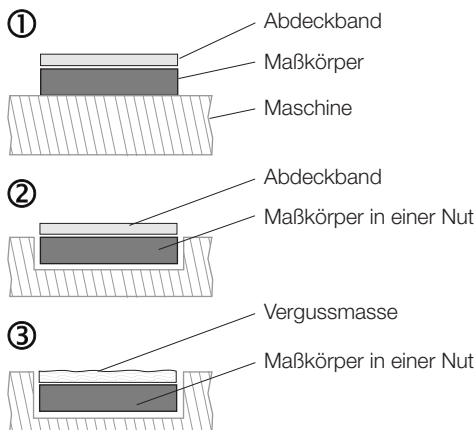

Bild 4-3: Montagemöglichkeiten für den Maßkörper
Bei normalen Umgebungsbedingungen den Maßkörper auf eine ebene Oberfläche aufkleben. Optional das Abdeckband zum Schutz aufkleben (siehe Bild 4-3, Pos. 1).
Bei rauen Umgebungsbedingungen den Maßkörper vollständig in einer Nut einbetten, so dass er nicht an der Oberfläche herausragt. Optional das Abdeckband aufkleben (siehe Bild 4-3, Pos. 2).
Bei extremen Umgebungsbedingungen den Maßkörper vollständig in einer etwas tieferen Nut einbetten und mit nichtmagnetischem Material vergießen. Das Vergussmaterial evtl. überschleifen (siehe Bild 4-3, Pos. 3).
- Montagemöglichkeiten (siehe Bild 4-3): auf die Oberfläche aufkleben oder in eine Nut versenken und ankleben.